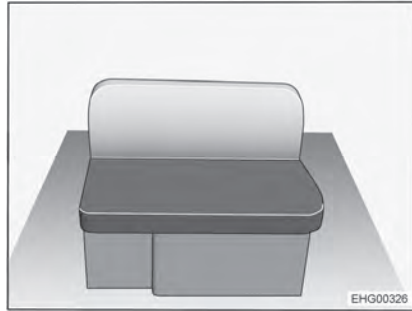

Bild 22 Längssitzbank, rechts
- Das Sitzpolster und das Rückenpolster von der Längssitzbank (Bild 22) abnehmen.